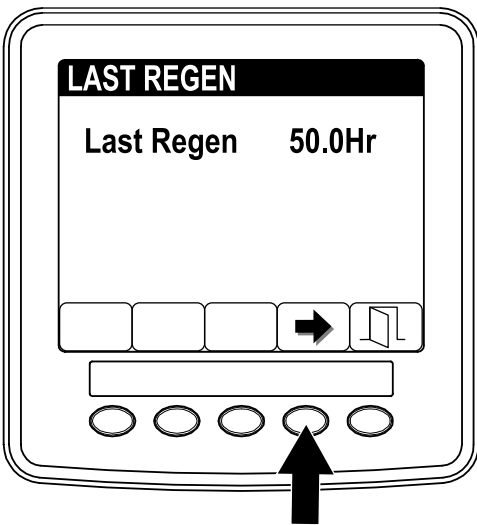

Figura 35
3. Utilizzate il campo LAST REGEN (Figura 35) per sapere per quante ore è stato in funzione il motore dall'ultima rigenerazione di ripristino, parcheggiata o di recupero.